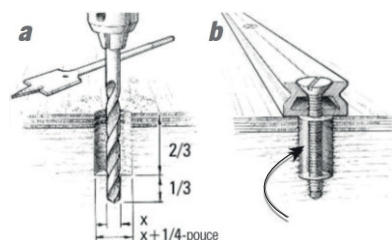

Figure 16 Percez des trous extra larges pour augmenter la zone du substrat exposé et la quantité d'époxyde autour de la fixation.
1. Percez des trous extra larges de $\frac{2}{3}$ - $\frac{3}{4}$ la profondeur de la fixation. Le diamètre du trou est $\frac{1}{4}$ " plus large que celui de la fixation (Figure 16-a).
5. Installez les fixations avec assez de force pour tenir le matériel en place. Laissez l'époxyde bien durcir avant d'appliquer une charge sur le matériel (Figure 16-b).